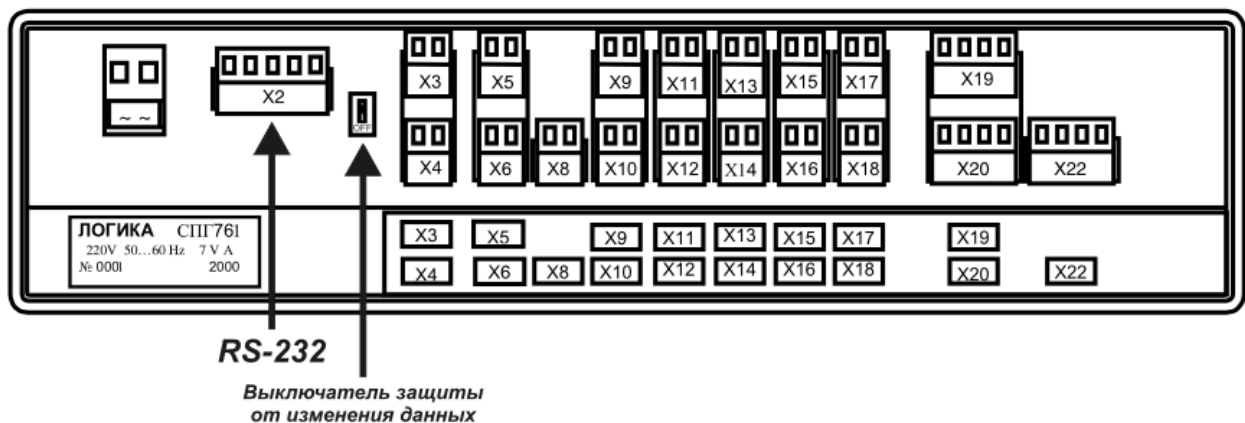

Рис. 2-1. Общий вид монтажной части прибора СПГ761
На Рис. 2-1 показано расположение выводов порта RS-232 на клеммном соединителе прибора. Ниже, в таблице указано соответствие номеров контактов разъема сигналам интерфейса RS-232.
2. Переведите выключатель защиты от изменения данных (рис. 2-1) в нижнее (OFF) положение.